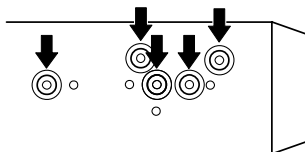
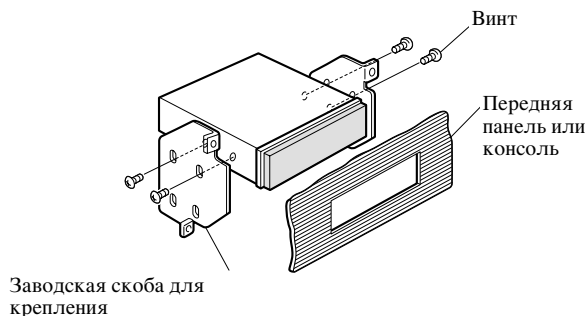

Рис. 10
Рис. 11
2. Установка устройства на заводской скобедля крепления радиоприемника. (Рис. 10) (Рис. 11)